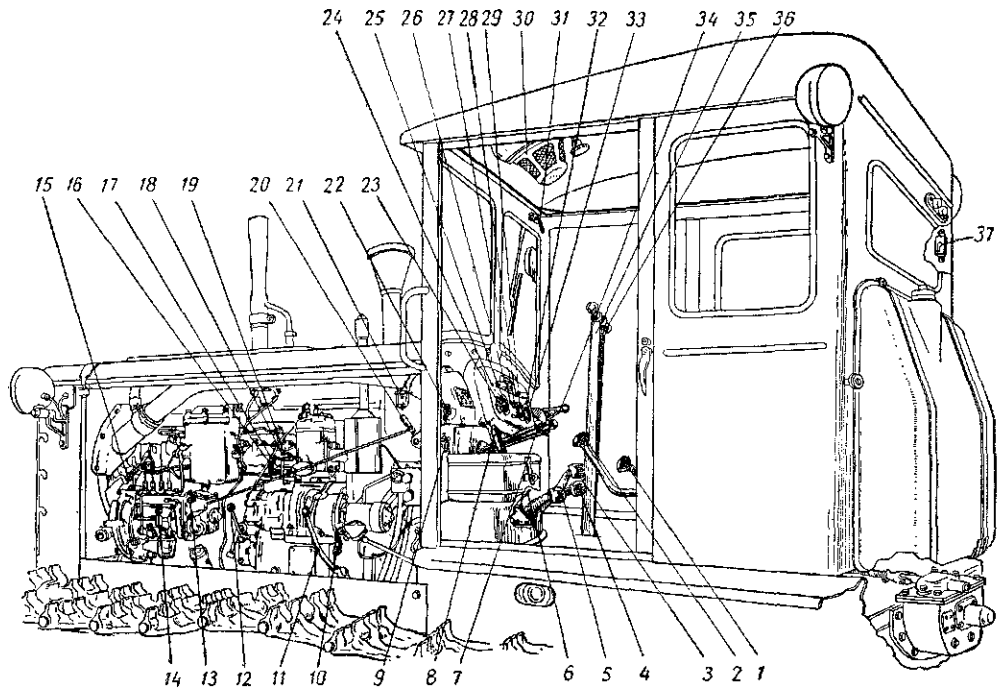

Рис. 5. Органы управления трактором и контрольные приборы.
На рис. 5 показаны все рычаги управления:
3 — педаль выключения главной муфты сцепления (рис. 5);
12 — рычаг муфты сцепления пускового двигателя (рис. 5 и 7). Крайнее удаление рычага от двигателя соответствует включению муфты сцепления, а крайнее приближение к двигателю — выключению;
16 — крышка воздушного патрубка карбюратора пускового двигателя (рис. 5);
1) установить рычаги 1 и 2 (рис. 5) переключения передач в нейтральное положение;